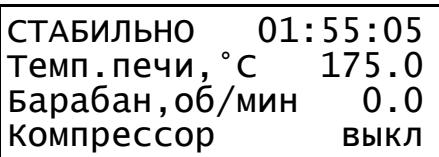

Рисунок 8 – Режим стабилизации
4.3.6 Когда процесс нагрева завершится, то печь войдет в режим стабилизации (см. рисунок 8) и начнется обратный отсчет времени (печь необходимо прогреть 2 часа). Если нужно выйти из режима стабилизации в режим ожидания, то необходимо нажать кнопку [Стоп] на лицевой панели.